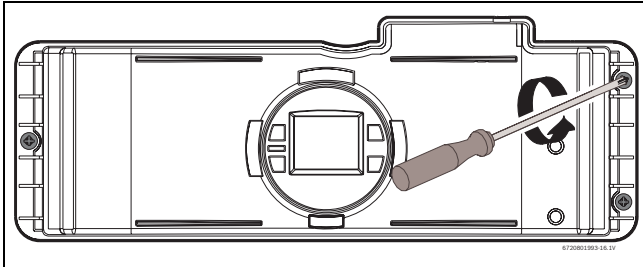
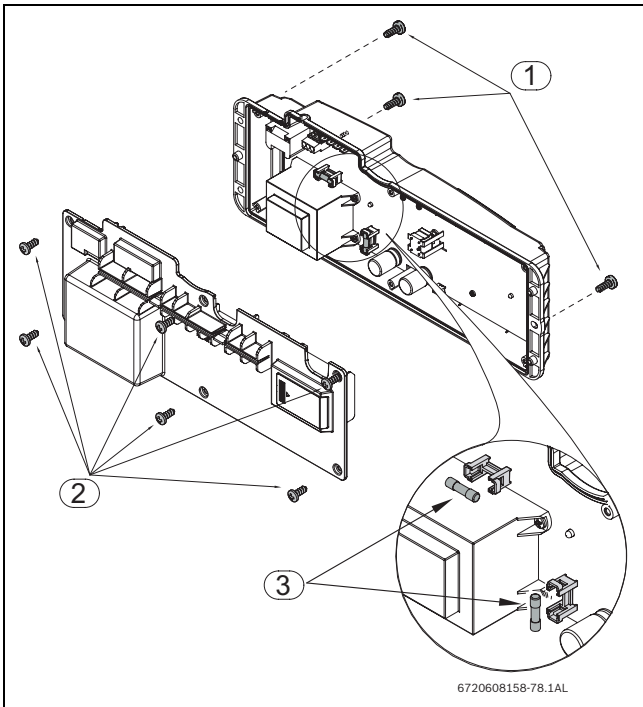

Рис. 48
Рис. 49 Місця розташування запобіжників
- ▶ Відгвинтіть три гвинти на електронному блоці (Рис. 48 і Рис. 49, поз. 2).
- ▶ Відгвинтіть шість гвинтів на задній кришці електронного блока, див. Рис. 49, поз.2.